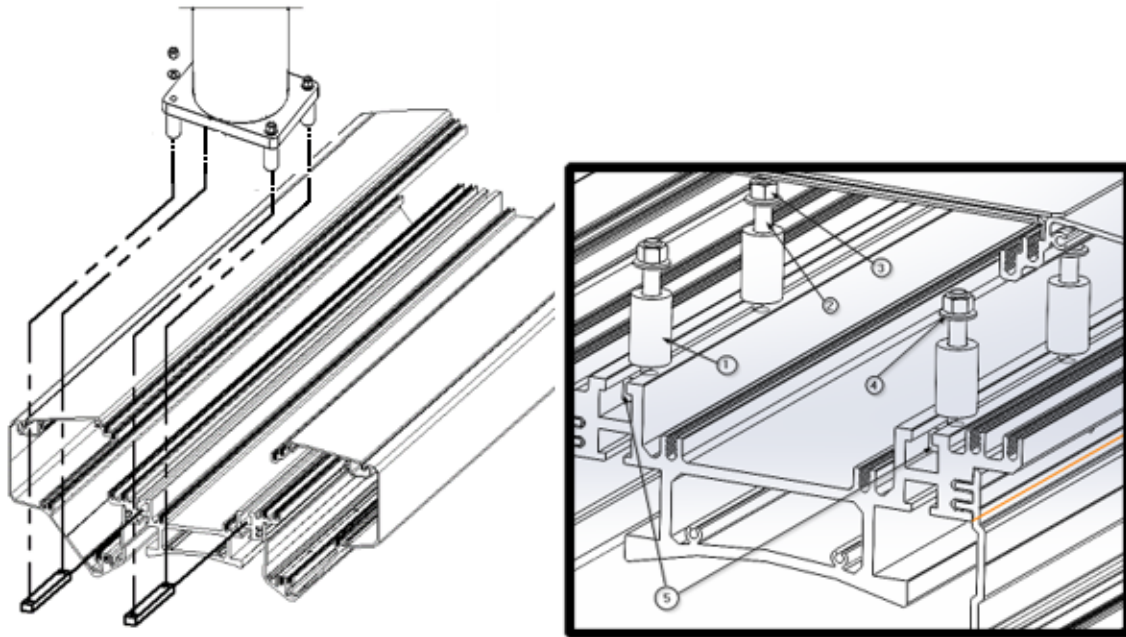

Abb. 13 Schematische Darstellung der Verankerung eines ABITUS-Hauptkörperabschnitts an einem Fallrohr
Im Inneren jedes hängenden Kopfstücks (Hauptkörper) befinden sich die Distanzstücke ①, die Gewindebolzen M8 x 80 mm ②, die Sechskantmuttern M8 ③, die Sicherungs-Unterlegscheiben S10 ④ und die Platten ⑤, die für die Befestigung an den Fallrohren erforderlich sind. Siehe Abbildung rechts in Abbildung 13.
- Entfernen Sie die Sechskantmuttern M8 ③ und die Sicherungsscheiben S10 ④ und bewahren Sie sie an einem sicheren Ort auf.
- Setzen Sie die Gewindebolzen ② ein und verwenden Sie diese, um das Chassis des Hängesystems am Fallrohr zu verankern, wie in Abbildung 13 links zu sehen, ohne sie vollständig festzuziehen.
- Stellen Sie sicher, dass das Gerät ausgerichtet und waagrecht ist. Ziehen Sie dann die M8-Muttern ③ aller Fallrohre mit einem Drehmoment von 20 Nm fest.